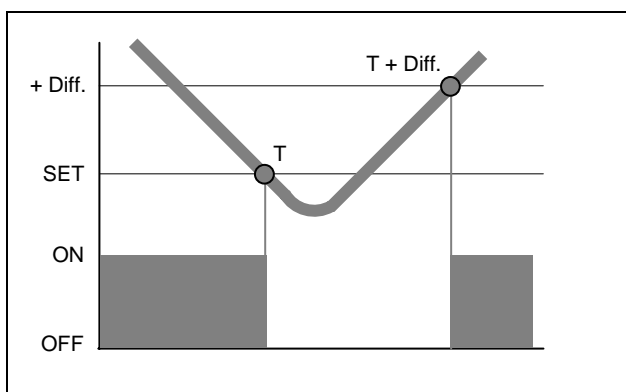

Figure 29 – PRINCIPE DE FONCTIONNEMENT EN MODE AmbT/ExtT EN CLIMATISATION
Dans le fonctionnement en climatisation (voir Figure 29), l'installation est allumée jusqu'à ce que la valeur de température ambiante programmée soit atteinte (T) ; l'installation s'éteint et se rallume si par la suite la valeur de température ambiante programmée + la valeur du différentiel pré-réglée (T + Diff.) sont atteintes.